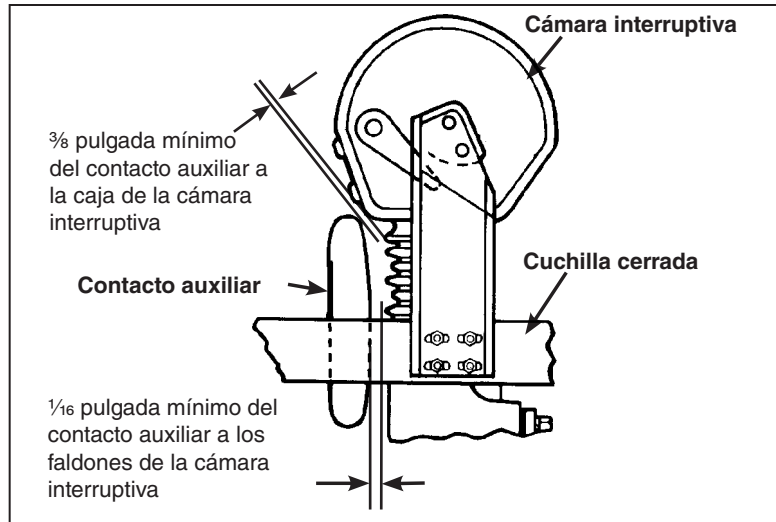

Figura 42. Conjunto de las cuchillas en la posición de cierre total.
- (e) Con el interruptor en la posición de cierre total, verifique las separaciones mínimas entre el contacto auxiliar de la cuchilla y la cámara interruptiva, midiéndolas a la caja de la cámara interruptiva así como a los faldones de la cámara interruptiva. Vea la Figura 42.